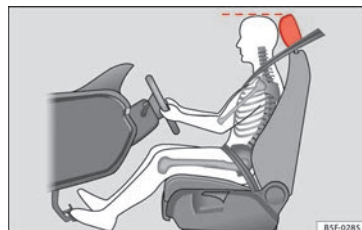

Fig. 73 Posición correcta del apoyacabezas del conductor.
- Ajuste el apoyacabezas de modo que el borde superior del mismo quede a la altura de la parte superior de su cabeza » fig. 73.